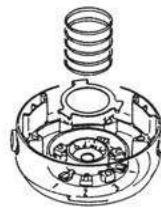

図18
①「ナイロンコードの交換」を参考にナイロンコードキャップをはずし、ナイロンコードリールとリールスプリング、ディスクを取り出します。
②ナイロンコードボディーの奥に、1、2、3の番号があります。(図18)
※ディスクの標準セットは、ナイロンコードボディーのディスク受けの2番の位置ですので、ディスク2にセットしてください。(図18)